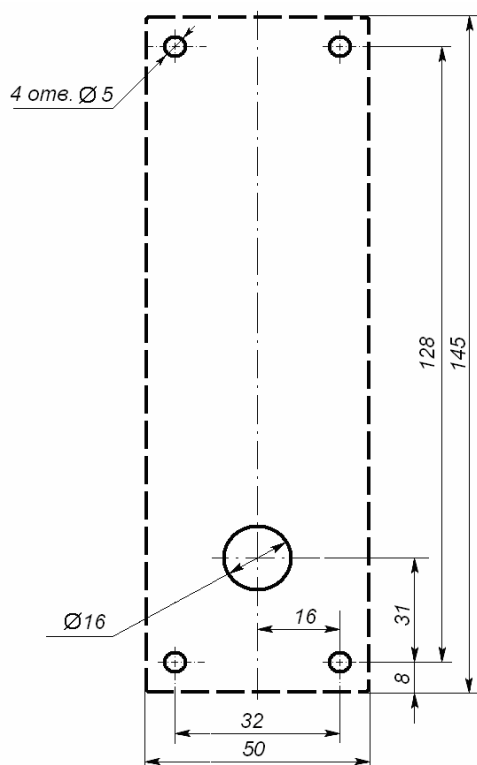

Рисунок 1 Разметка отверстий для установки блока индикации (пунктиром показаны габариты корпуса)
3. Произведите разметку и разделку отверстий на установочной поверхности для крепления металлического основания и проводки кабеля от блока индикации (см. рис. 1).